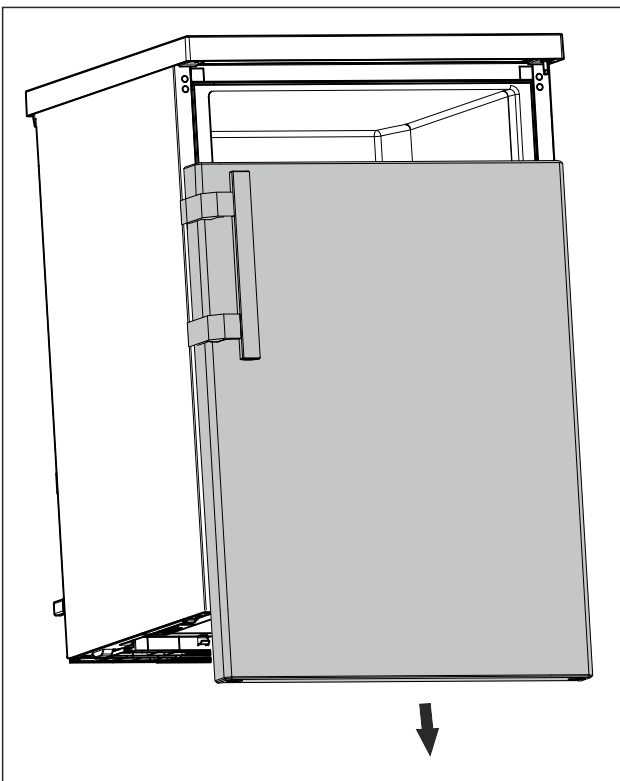

Fig. 12
- ▶ Свалете вратата надолу. (виж Fig. 12)